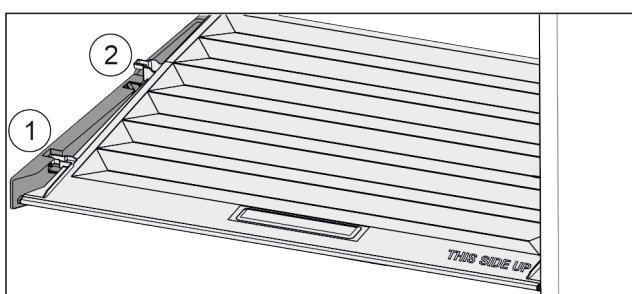

Fig. 107
- Trageți capacul în față Fig. 107 (1) până la orificiul din piesele suportului.
- Ridicați în spate de jos și scoateți Fig. 107 (2) în sus.